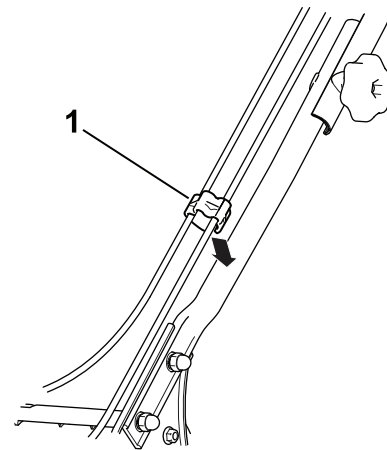

Bild 5
3. Stecken Sie die Kabel in die Kabelklemme und befestigen Sie den Kabelclip am Holm, wie in **Bild 5** abgebildet.